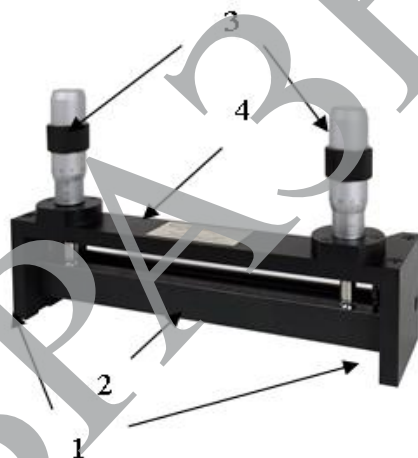

Рисунок 1 – Внешний вид аппликатора
1.3.2 Аппликатор имеет две опорные базы (поз.1, рисунок 1) и пластину (поз.2, рисунок 1). Основания опорных баз и пластина образуют прямоугольный паз. Пластина перемещается плоскопараллельно. Две микрометрические головки (поз. 3, рисунок 1), установленные на крышке (поз. 4, рисунок 1), позволяют регулировать величину глубины прямоугольного паза.